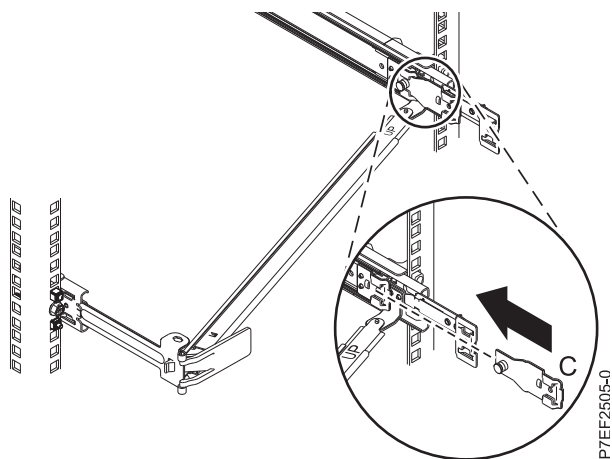

Figura 14. Instalación de la pieza de sujeción de montaje en el riel deslizante
- Conecte la pieza de sujeción de tope de portacables (B) a la ranura en la parte interior del lado izquierdo deslizando la pieza de sujeción de tope (B) en el riel deslizante hasta que el pestillo accionado por resorte quede fijado. Para obtener más de talles, consulte Figura 14 en la página 11.